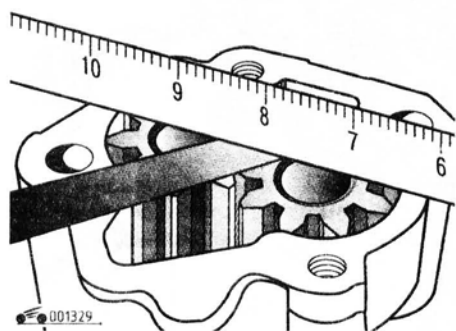

Рис. 4.45. Проверка осевого люфта шестерен масляного насоса
10. Установив шестерни в корпус масляного насоса, проверьте осевой люфт шестерен масляного насоса и зазор между зубьями шестерен и корпусом насоса (рис. 4.45 и 4.46). Допустимый осевой люфт шестерен масляного насоса составляет 0,15 мм, максимальный зазор между зубьями шестерен и корпусом насоса – 0,20 мм. Если измеренные значения превышают допустимые, замените насос в сборе.